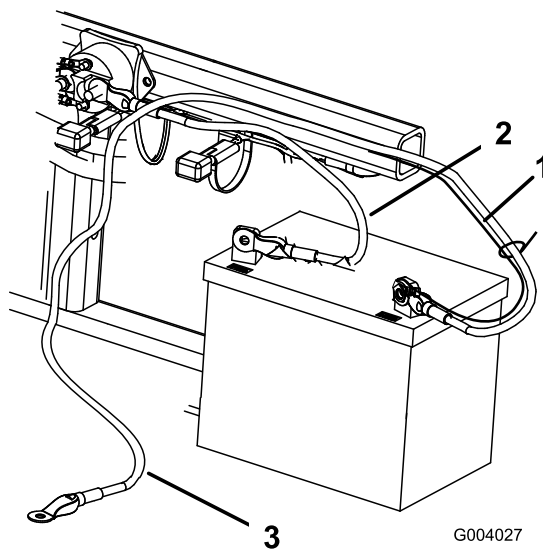

Рисунок 5
2. Закрепите положительный кабель (красный) на положительной (+) клемме болтом (1/4 x 5/8 дюйма) и контргайкой (Рисунок 5).
3. Подсоедините короткий черный провод и отрицательный кабель (черный) к отрицательной (-) клемме аккумуляторной батареи болтом (1/4 x 5/8 дюйма) и контргайкой (1/4 дюйма) (Рисунок 5).